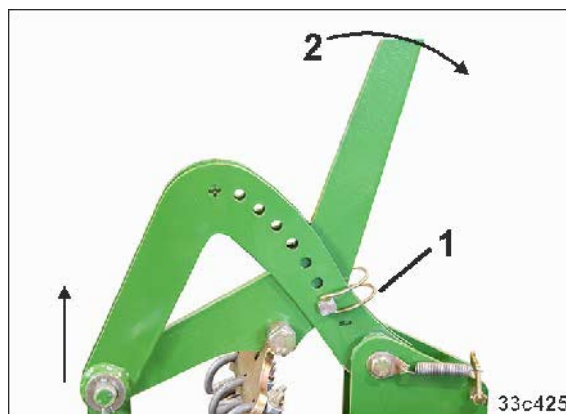

Рис. 180
- 3.3 При переводе регулировочного рычага (Рис. 180/2) вперед
- 3.4 Зафиксируйте положение настройки шплинтом с кольцом. (Рис. 180/1)